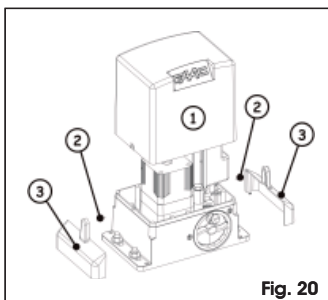

Fig. 20
Coloque de nuevo el soporte de la tarjeta en su posición original. Introduzca el cárter (Fig. 20 ref. 1), apriete los dos tornillos laterales suministrados en dotación (Fig. 20 ref. 2) y introduzca a presión los paneles laterales (Fig. 20 ref. 3).